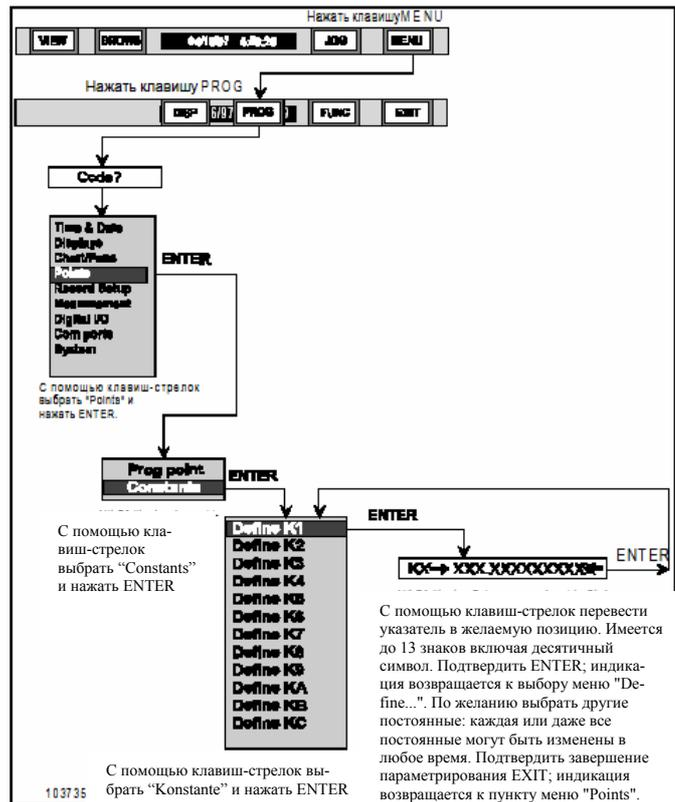

Рис. 4-10 Диаграмма процесса ввода постоянных
A. Ввод постоянных – Соблюдать следующие указания и диаграмму процесса на рис. 4-10 для определения постоянных: